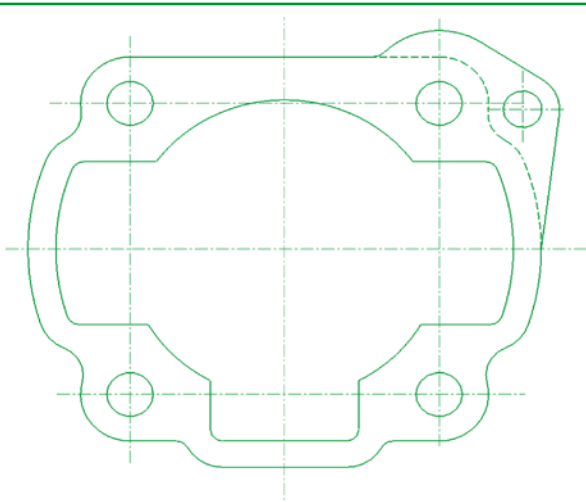

Abb. 1 - Der gestrichelten Linie entlang durchtrennen.
5. Aufmerksam kontrollieren, dass im Inneren der Kanäle des neuen Zylinders (1) keine Verschmutzungen vorhanden sind. Mit Benzin waschen und gründlich abblasen.
10. Einen der beiden Kolbenbolzensprengringe (6) am Kolben (2) montieren. Die Nuten der Kolbenringe schmieren, dann die Kolbenringe (3/4) sorgfältig montieren.
11. Den Kolben (2) montieren und darauf achten, dass der an seinem Scheitel eingravierte Pfeil zur Auslassöffnung des Zylinders gerichtet ist. Den gut geschmierten Kolbenbolzen (5) von der Seite her, an der noch kein Sprengring montiert wurde, einfügen.
12. Den zweiten Kolbenbolzensprengring (6) montieren und sicherstellen, dass sich beide Sprengringe perfekt in ihre Aufnahmen einfügen.
13. Die Zylinderfußdichtung (9) nach entsprechendem Abreiben wie in Abb. 1 angegeben einfügen.